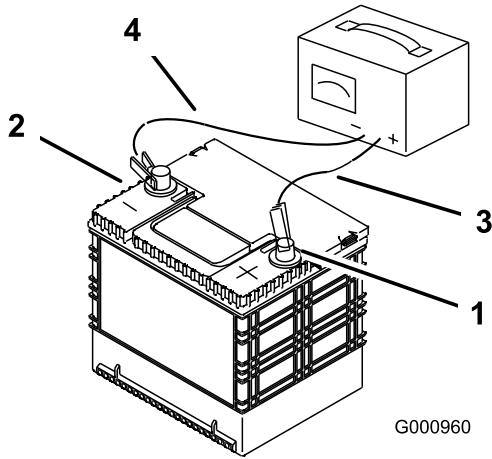

Figure 73
3. Quand la batterie est chargée au maximum, débranchez le chargeur de la prise, puis débranchez les fils du chargeur des bornes de la batterie (Figure 73).